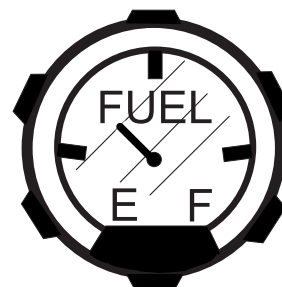

Figure 7. Jauge à carburant
1. Déterminez si le niveau de carburant du moteur est bas (Figure 7). Si c'est le cas, retirez le bouchon du réservoir à carburant et ajoutez de l'essence sans plomb. Manipulez le carburant avec précaution. Les carburants sont très inflammables et peuvent être dangereux en cas de manipulation impropre. **NE FUMEZ PAS** en cours de réapprovisionnement en carburant. N'essayez pas de réapprovisionner la talocheuse-lisseuse auto-portée en carburant si le moteur est chaud ou en marche.